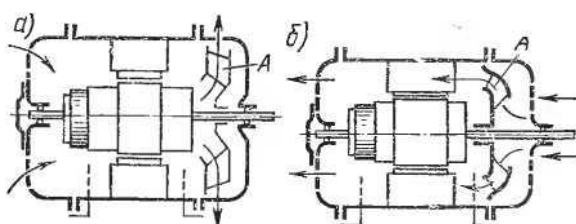

Рис. 1.11. Аксиальные системы самовентиляции машины постоянного тока
*Машины с самовентиляцией.* У них охлаждение достигается с помощью вентилятора (крылатки). Самовентиляцией может быть внутренняя, когда воздух проходит внутри машины, и наружная, когда вентилятор выносят наружу и он обдувает внешнюю ребристую поверхность станины. Внутренняя самовентиляция в зависимости от расположения вентилятора по отношению к потоку охлаждающего воздуха может быть вытяжной или нагнетательной. При аксиальной вытяжной вентиляции (рис. 1.11, а) вентилятор А создает в машине разрежение: воздух под давлением атмосферы поступает в машину и затем выбрасывается из нее наружу. При аксиальной нагнетательной вентиляции (рис. 1.11, б) вентилятор А забирает воздух, нагнетает в машину и затем выталкивает его наружу.